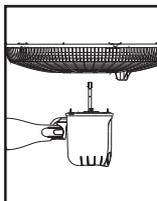

Figura 04
4. Encaixar a grade traseira posicionando-a através das travas do motor conforme a **figura 04**.